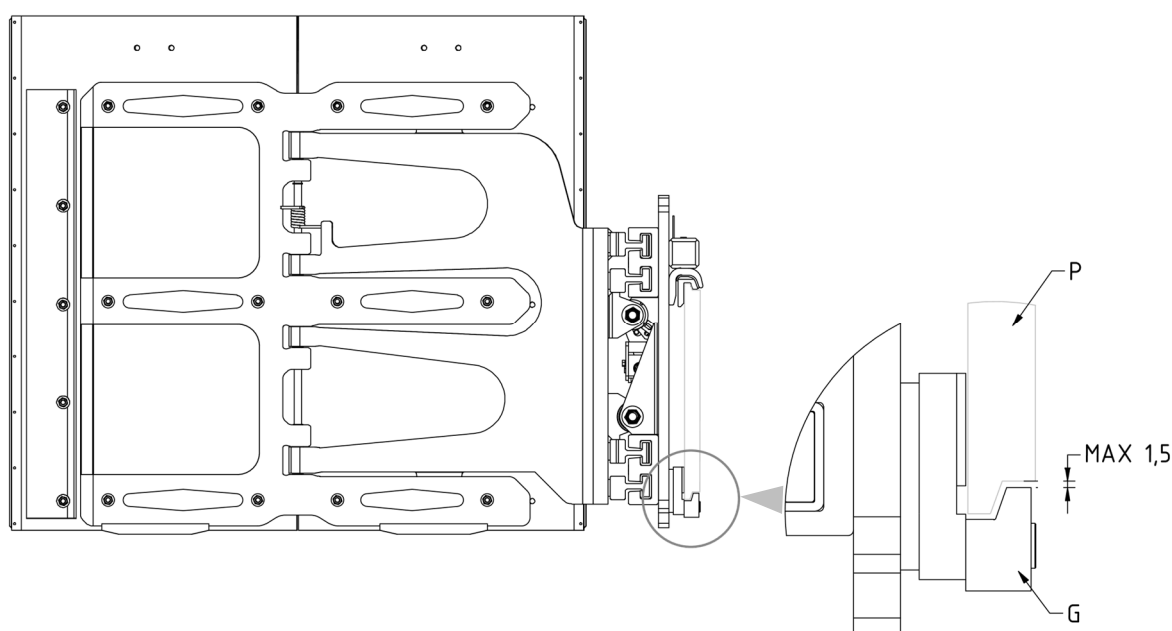

Figura 8
9. Volver a atornillar los 2 ganchos inferiores G de modo que el cuerpo de estos quede enganchado también por debajo de la placa portahorquillas P (con holgura máx. 1,5 mm, ver detalle *Figura 8*), apretando con el par de apriete indicado en la *Tabla 4*.